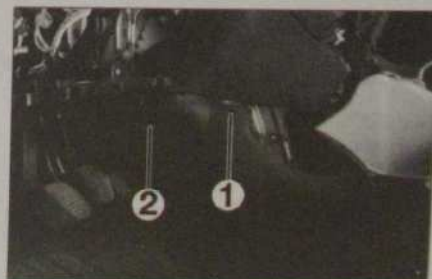

Fig. 15
- la vis (1) (Fig.15),
- la garniture inférieure gauche de planche de bord (2).
- la garniture inférieure gauche de planche de bord (2),